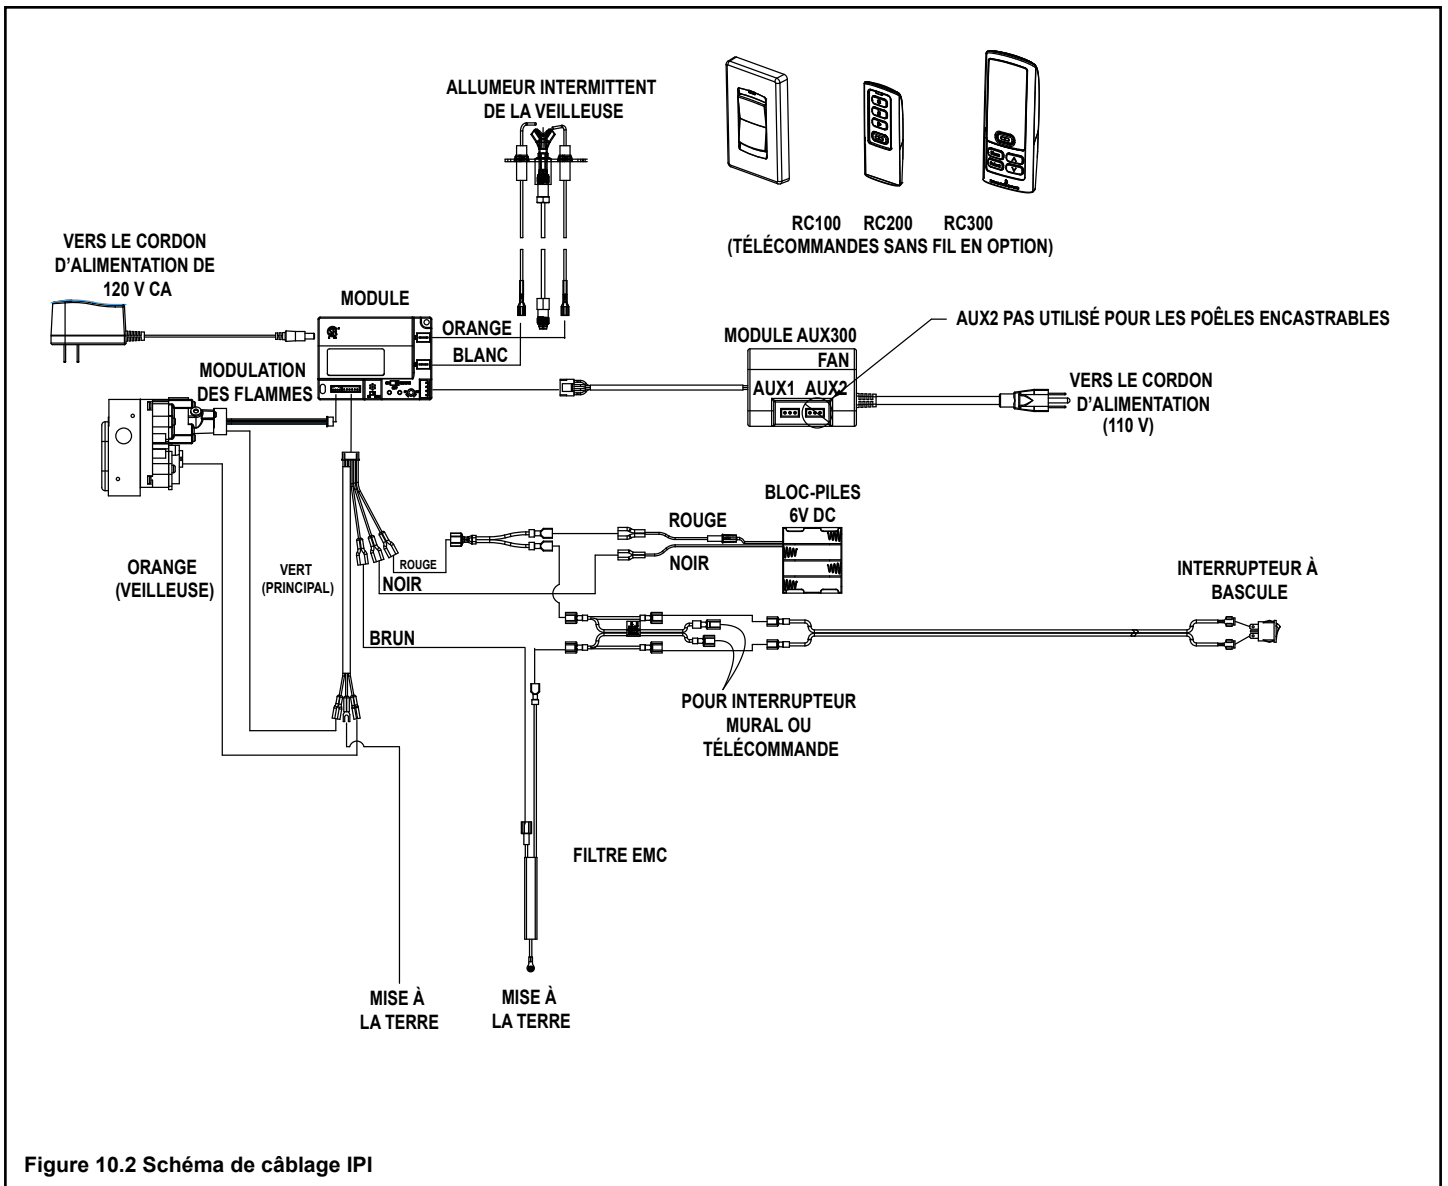

Figure 10.2 Schéma de câblage IPI
- Ce poêle est livré de série avec un cordon d'alimentation de 120 V c.a. muni d'une prise femelle permettant de raccorder toutes les options et tous les accessoires. Voir la Figure 10.2. Ceci est nécessaire pour l'utilisation des accessoires en option (allumage de la veilleuse permanente) ou le bon fonctionnement du poêle (allumage IntelliFire™). Une prise de courant doit être installée dans le coin inférieur arrière du foyer en maçonnerie ou du foyer préfabriqué existant pour brancher le cordon d'alimentation fourni. Vous pouvez aussi acheminer le cordon d'alimentation à une prise de courant existante à proximité.
- Reportez-vous à la Figure 10.2 Schéma de câblage IPI.